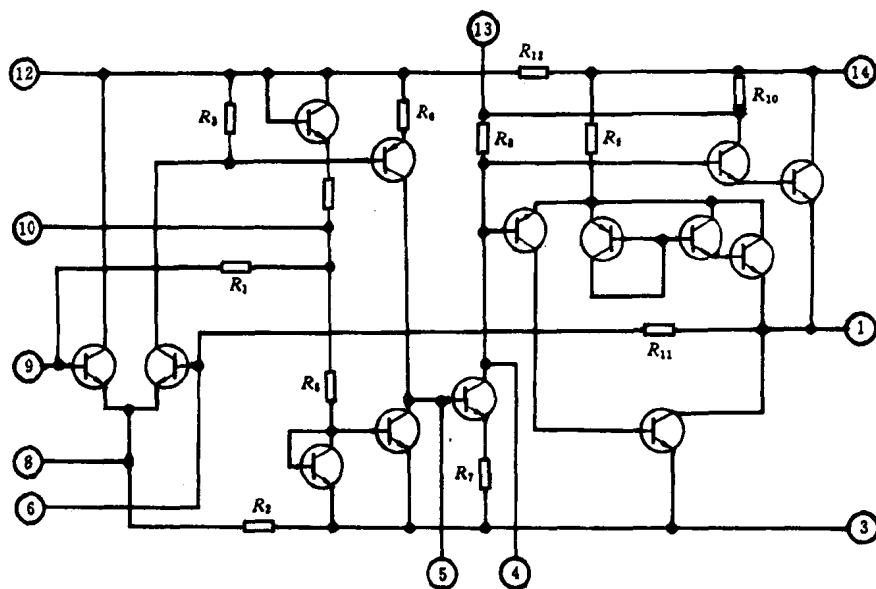

图 1-1
例如:一台收录机右声道无声,可能是功放集成电路 LA4102 损坏。该集成电路的内部电路如图 1-1 所示。测量 LA4102 的⑭脚供电电压正常(9V),测量⑫脚无电压,判断 LA4102 内部的电阻 R_{12} 开路。当 R_{12} 开路后,前置级电路无电压而无法工作。该故障可用功能外补法进行修复,简单方便、效果很好。方法是:在 LA4102 的⑫脚与⑭脚之间的电路上加补一只 68Ω 、0.5W 的碳膜电阻,收录机即恢复正常工作。